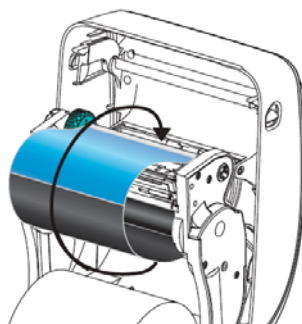

Figure 29
- Retirer le dispositif d'amorce du ruban à transfert et le fixer avec la bande adhésive sur celui-ci à la bobine vide sur l'axe du rouleau. Centrer le ruban sur la bobine (voir Figure 29)